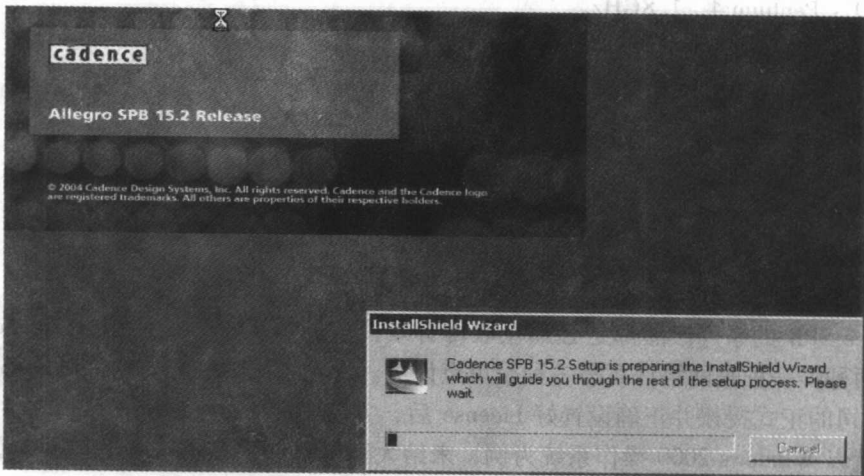

图 2-2 安装向导对话框
1) 首先, 将“Disk1”光盘放入光驱。一般情况下, 软件会自动运行, 弹出如图 2-1 所示的对话框。如果软件没有自动运行, 可以打开光盘然后双击 setup.exe 文件, 会弹出图 2-2 所示的对话框开始安装软件。
: 单击此按钮开始安装软件, 将弹出图 2-2 所示的对话框。
2) 图 2-2 所示的安装向导对话框提示将要开始安装, 等待一段时间后开始安装软件。